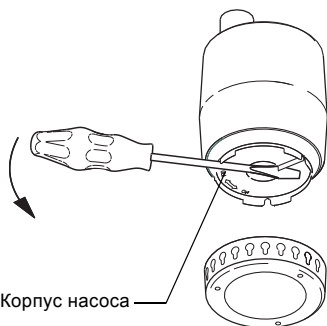

Рис. 10 Снятие корпуса насоса
3. С помощью отвертки повернуть корпус насоса против часовой стрелки примерно на 90°, смотри направление, указанное стрелкой на корпусе. Снять корпус насоса, смотри рис. 10.